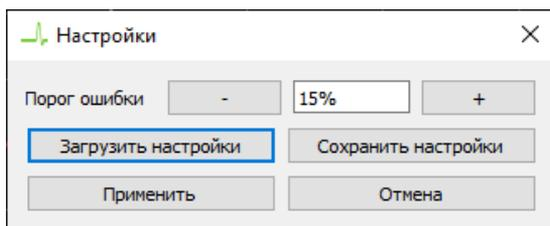

Рисунок 8. Настройка порога ошибки измерений
- Для выбора порога сравнения ВАХ перейдите во вкладку "Режим" -> "Настройки" (рисунок 8) и установите требуемое значение. Порог ошибки - значение, при котором измерение не будет считаться ошибочным. Актуально для работы в режиме «Тестирование по плану».